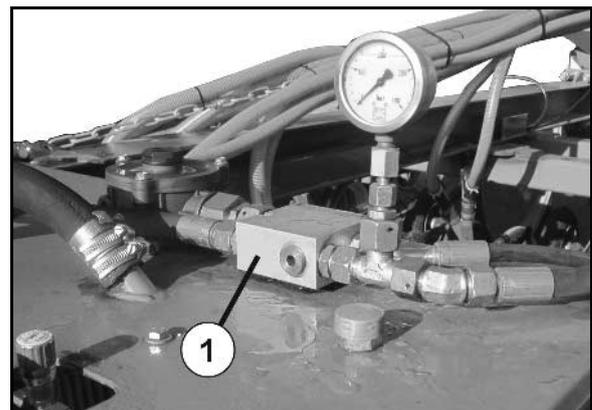

Fig. 48
- Druckbegrenzungsventil (Fig. 48/1)